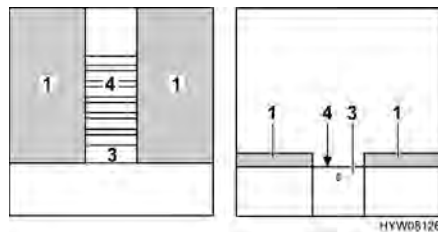

Fig. 75 Durante la trasformazione
- Estrarre completamente il telaio portamaterasso (Fig. 75,4). A tal fine estrarre la base estraibile (Fig. 75,3).